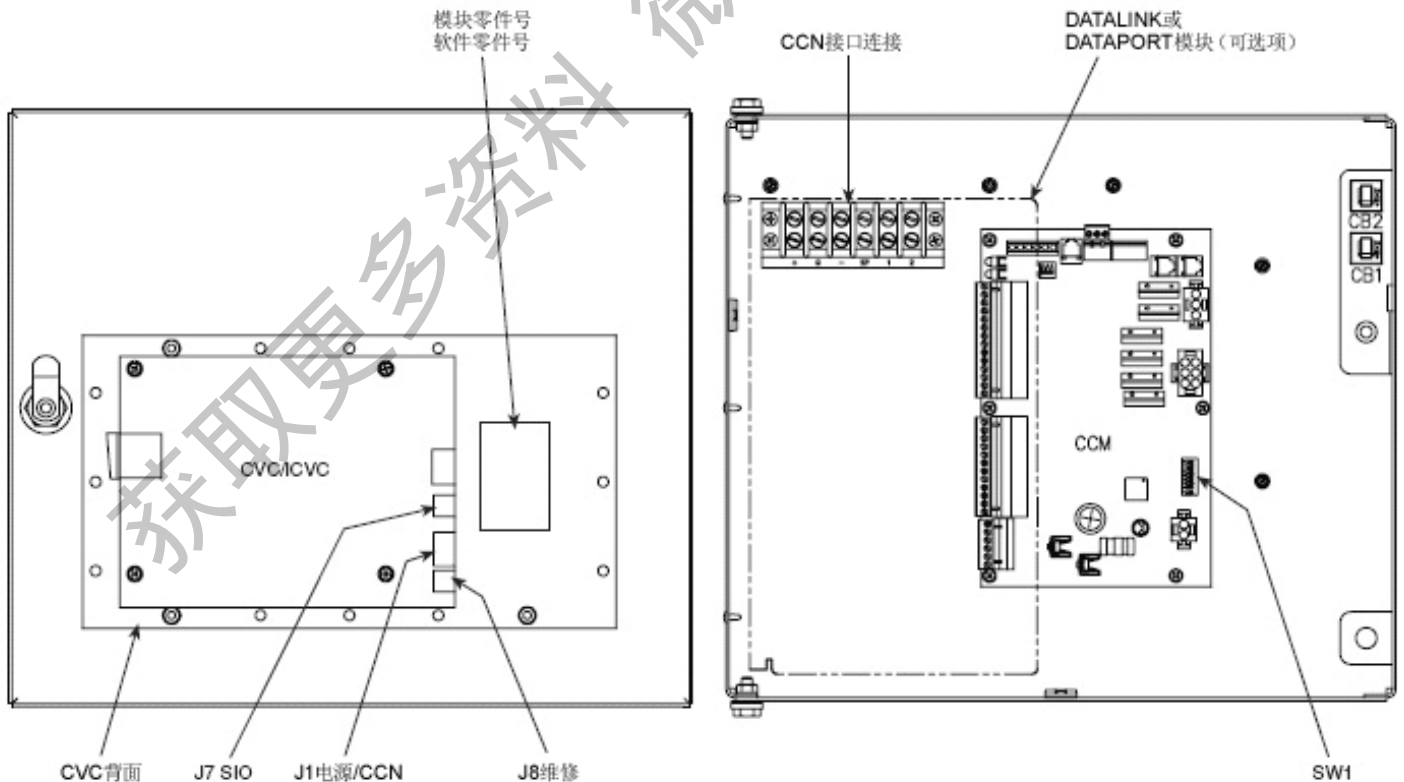

图 40 — CVC/ICVC背面（机组可视控制器/国际机组可视控制器）
2. 如果绿色LED灯一直亮，检查通信接线。如果绿色LED灯关闭，检查红色LED灯的工作情况。如果红色LED灯正常，检查模块地址开关（SW1）(图40和41)。确认所有开关处于关闭状态。所有智能化系统操作整合在CVC/ICVC中。安全关机逻辑储存在ISM内以防ISM和CVC/ICVC间的通信失效。输出由CCM和ISM来控制。